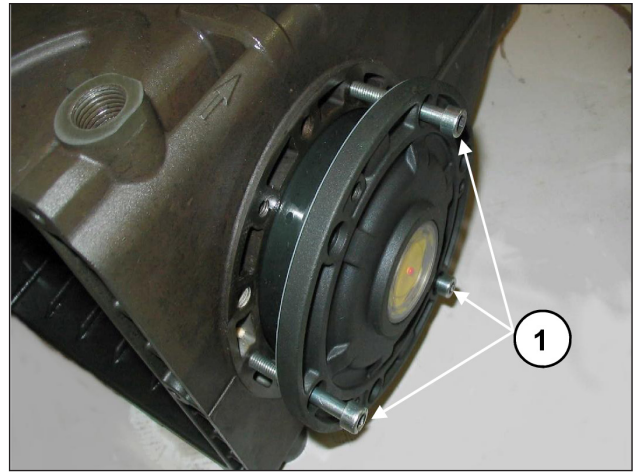

Fig. 8
Pour faciliter l'insertion du premier tronçon et donc l'insertion des couvercles sur le carter, il est conseillé d'utiliser 3 vis M6 x 40 partiellement filetées (Fig. 8, rep. ①) pour ensuite compléter l'opération avec les vis fournies (M6x16).